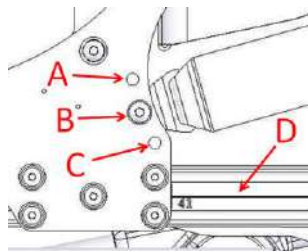

Figura 5-143
- Use una llave Allen número 5 y una llave de cubo número 13 para quitar el tornillo y la tuerca. El cinturón pélvico puede instalarse en los puntos A, B o C. (Figura 5-143). Vuelva a apretar el tornillo.